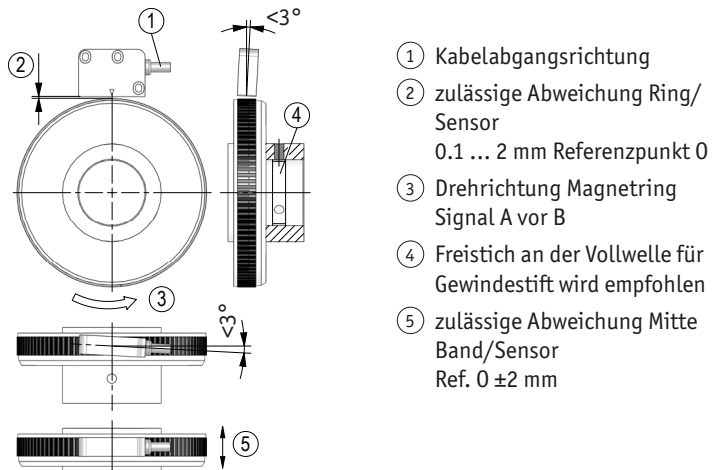

Abb. 8: Definition der Zählrichtung mit Magnetring und Montage Sensor/Magnetring, Abstandsmaße, Toleranzen
3. Ein Wellenfreistich entsprechend Abb. 8 wird empfohlen.